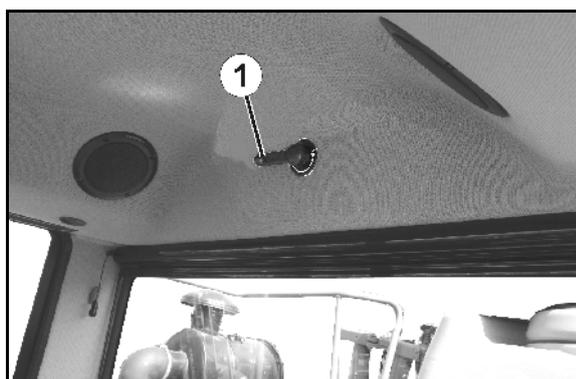

Fig. 160
1. Hebel (Fig. 160/1) entriegeln und Kabinendach nach oben schwenken.